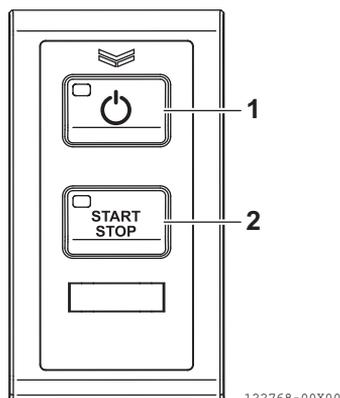

Figura 35
4. Pulse el interruptor de encendido del panel de interruptores del puesto seleccionado (**Figura 35, (1)**).
- Pulse el interruptor START/STOP (arranque/parada del motor) (**Figura 35, (2)**) y accione el motor de arranque.